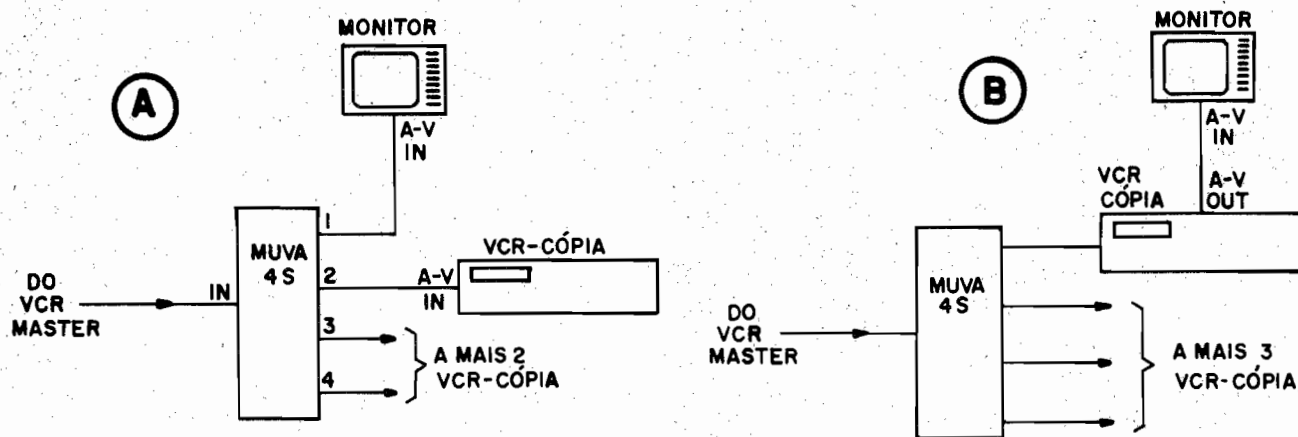

Fig.8
**FIG. 8 - A MONITORAÇÃO** - Para monitorar a gravação durante as cópias, um dos dois arranjos mostrados na fig. 8 deve ser utilizado: 8-A - Se estiver disponível um TV-Monitor (dotado de terminais RCA para Entrada de Áudio e Vídeo composto), este poderá ser então ligado a um dos conjuntos A/V de Saída do MUVA-4S, ficando os 3 outros conjuntos livres para a ligação de até 3 VCRs "copiadores"... 8-B - Quem pretender usar toda a potencialidade de Saída do MUVA-4S, acoplando 4 VCRs "copiadores", terá então que "puxar" a monitoração dos terminais de Saída de Áudio e Vídeo composto de um desses VCRs (ou, se a TV não for dotada de Entradas A/V, "puxar" o sinal da Saída de RF do VCR, para os terminais de antena do televisor, eventualmente com um ba-